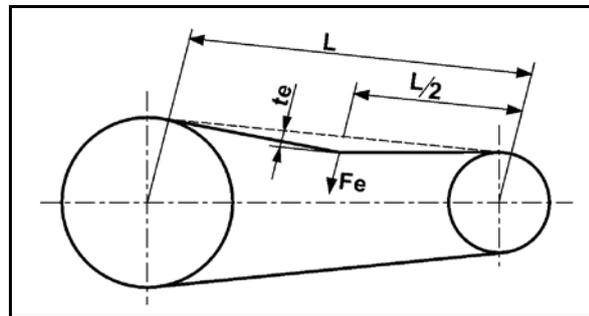

Fig. 190
1. Comprobar que el nivel de aceite sea visible en la marca (Fig. 190/1) con la bomba parada y en posición horizontal.
2. Retirar el tapón (Fig. 190/2) y rellenar con aceite, si el nivel no es visible en la marca (Fig. 190/1).
2. Retirar el tapón (Fig. 190/2).
5. Girar alternativamente el eje de accionamiento a derecha e izquierda y reponer el aceite nuevo poco a poco. La cantidad de aceite correcta se ha alcanzado cuando el aceite se ve en la marca (Fig. 190/1).